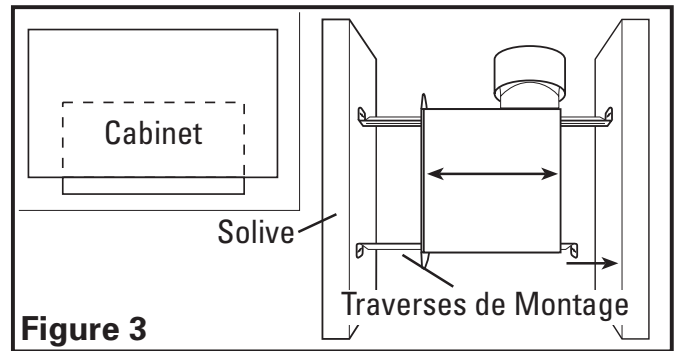
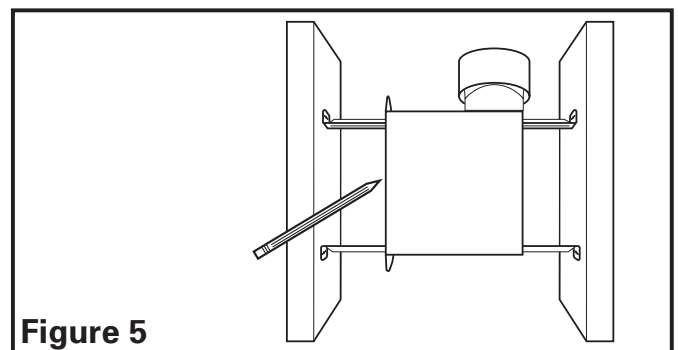

Figure 3
Figure 5
- Installation des Traverses de Montage:** installer les traverses sur le châssis et positionner le châssis près de la solive. En utilisant le guide sur le châssis du ventilateur, aligner le châssis pour qu'il soit à effleurement avec le plafond fini. Fixer les extrémités des traverses avec des clous ou des vis (non-comprised) aux solives et glisser le châssis à sa position finale (**Figure 3**).
- Installation des Traverses de Montage:** placer le châssis en position entre les solives et tracer un contour sur le matériau du plafond (**Figure 5**). Mettre le châssis de côté et découper l'ouverture, en prenant soin de ne pas couper ou endommager des câbles électriques dissimulés ou autres utilités. Installer les traverses sur le châssis et positionner le châssis dans le trou percé précédemment afin qu'il soit à effleurement avec le plafond fini. Fixer les extrémités de la traverses à la solive avec des clous ou des vis (non-compris) (**Figure 3**).